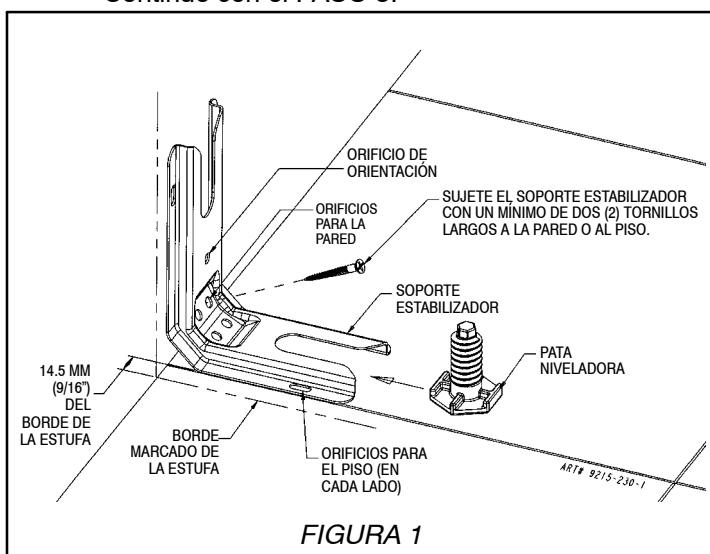
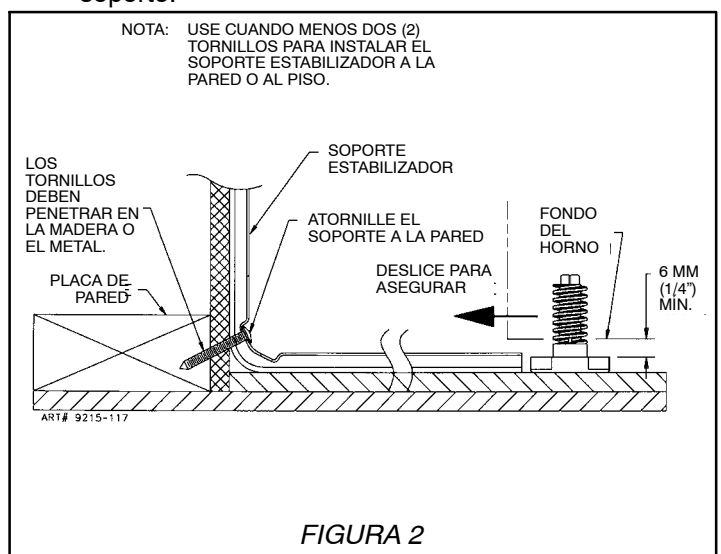

FIGURA 1
FIGURA 2
## PASO 1 – Ubicación del soporte (vea la figura 1)
- Coloque el SOPORTE a 2.4 cm (9/16”) del “BORDE” marcado hacia el centro del hueco y contra la pared posterior, según se muestra en la figura 1, con el orificio de orientación contra la pared.
- Use el soporte como plantilla y marque los orificios necesarios, según se muestra en la figura 1, para el tipo de construcción que usará.
- Piso: Ubique el centro de los dos orificios que se identifican en la figura 1 como “ORIFICIOS PARA EL PISO”. Taladre un orificio piloto con una broca de 3 mm (1/8”) en el centro de cada orificio (puede usar un clavo o un punzón si no tiene un taladro disponible). Asegure el soporte ESTABILIZADOR al piso con los dos tornillos provistos. Continúe con el paso 3.
- Pared: Ubique el centro de los dos orificios que se identifican en la figura 1 como “ORIFICIOS PARA LA PARED”. Taladre un orificio piloto en ángulo con una broca de 3 mm (1/8”) en el centro de cada orificio como se muestra en la figura 2. (Puede usar un clavo o un punzón si no tiene disponible un taladro.) Asegure el soporte ESTABILIZADOR a la pared con los dos tornillos provistos según se muestra en la figura 2. Continúe con el PASO 3.
- Puede obtenerse tornillos apropiados para la construcción de concreto en una ferretería. Con el taladro haga el orificio del tamaño requerido para el tipo de tornillos que haya obtenido, en el concreto, en el centro de los orificios identificados en la figura 1 como “ORIFICIOS PARA EL PISO”. Asegure el soporte ESTABILIZADOR al piso. Continúe con el paso 3.
**NOTA:** Se requiere un espacio libre de cuando menos 6 mm (1/4”) entre la estufa y la pata niveladora que se enganchará al soporte estabilizador, vea la figura 2.